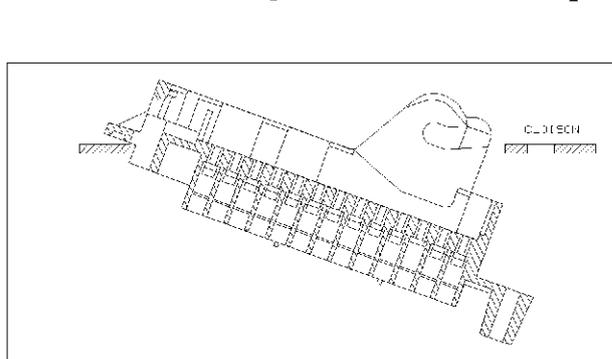

fig. 3
- Amener le boîtier sur la cloison en le présentant comme indiqué figure 3.